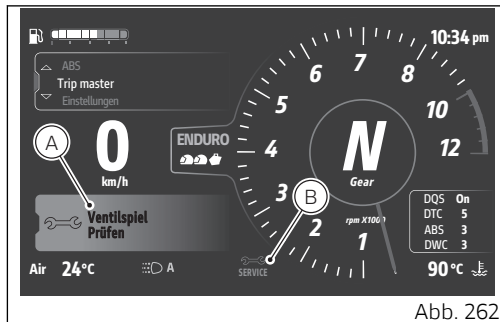
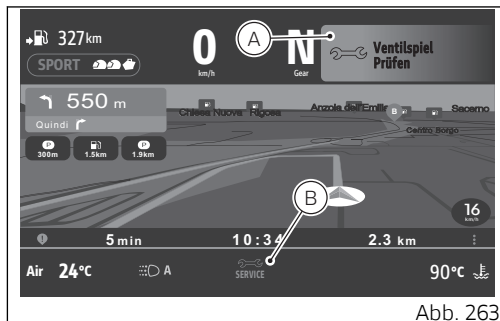

Abb. 262
Abb. 263
Die Hinweise auf die Fälligkeit der Inspektion werden in 2 Formaten angezeigt: groß (A) und klein (B). In diesen Abbildungen werden die jeweiligen Positionen auf der Hauptseite (Abb. 262) und auf der Seite „Ducati Connect“ (Abb. 263) angegeben.